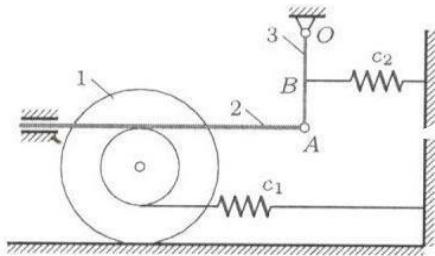

Рис. 10
**Задача 10.** Механическая система, состоящая из блока колес 1, стержней 2, 3 и двух пружин, совершает малые колебания (рис. 10). Механизм расположен в горизонтальной плоскости,  $R = 2r$ ,  $AB = BO$ . Даны массы тел  $m_1 = 4 \text{ кг}$ ,  $m_2 = 1 \text{ кг}$ ,  $m_3 = 2 \text{ кг}$ , жесткости пружин  $c_1 = 70 \text{ Н}/\text{м}$ ,  $c_2 = 40 \text{ Н}/\text{м}$ , радиус инерции блока  $\rho = 3r/2$ . Найти собственную частоту системы.